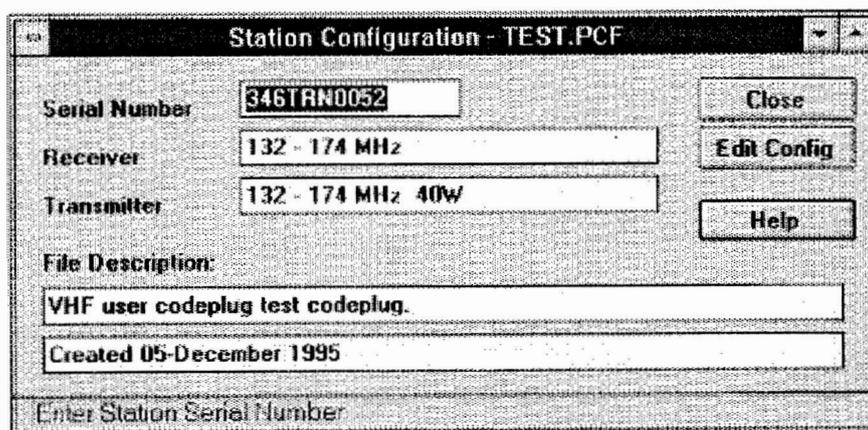

Figura 3-4 Janela de Configuração de Estação
4. Aparece a janela **Station Configuration** (veja Figura 3-4).